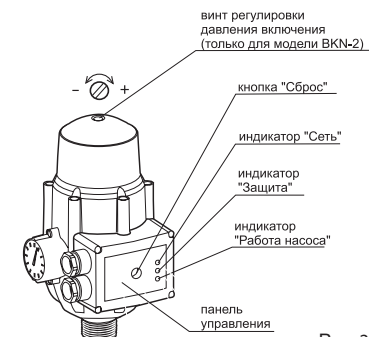

Рис. 2
- 5.2.2. После первого включения в электросеть установленного блока контроля насоса, на его панели управления загорится индикатор "POWER-сеть" (см. рис. 2); блок в течение 10...15 секунд проанализирует состояние своей гидравлической части, величину сетевого напряжения и исправность подключенного к нему электронасоса.
- 7.3. Изменение величины давления включения насоса у модели BKN-2 и BKN-3 осуществляется путем вращения винта, расположенного в верхней части его корпуса (рис. 2). Для повышения величины давления включения насоса винт необходимо поворачивать по часовой стрелке. Для снижения - против часовой стрелки.